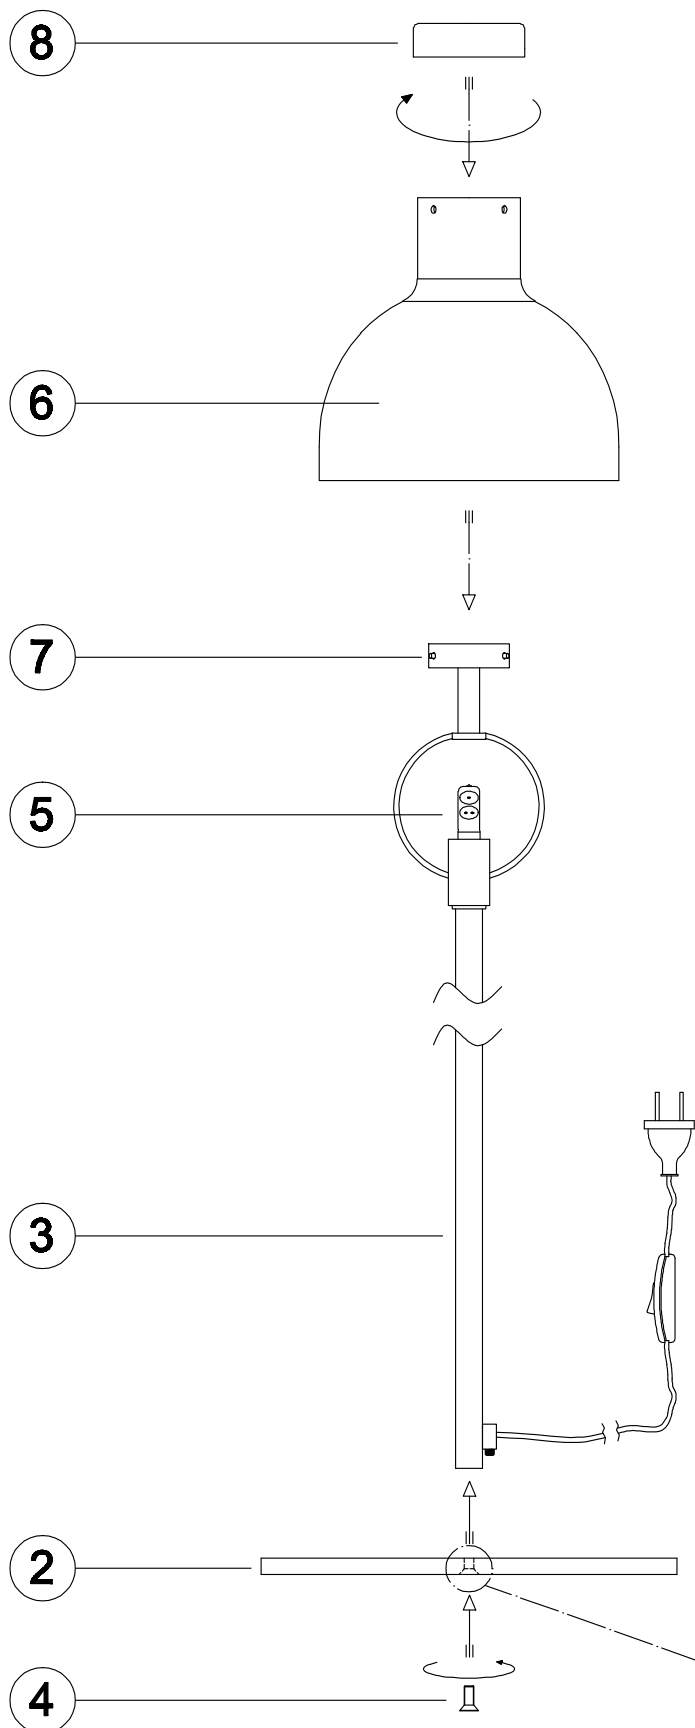
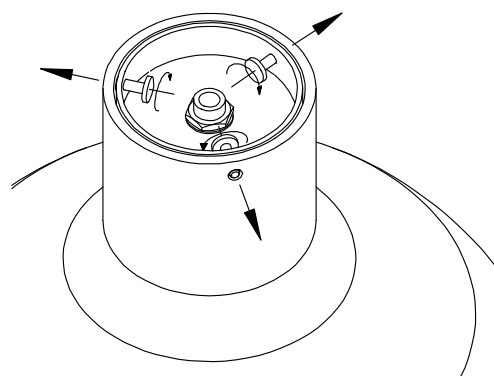

Fig.1
Fig.2
- 1 Assicurarsi che la spina (1) sia SCOLLEGATA da qualsiasi presa elettrica prima di procedere all'assemblaggio della piantana.
- 2 Posizionare il disco-zavorra (2) alla base dell'asta (3) con la svasatura come in figura per l'allungamento della vite quindi, fissarla con la vite (4).
- 3 Inserire una lampadina (5) con le caratteristiche indicate, nella portalamпада.
- 4 Infilare il vetro (6) sulla montatura (7) facendo combaciare le viti presenti all'interno del banchierino della montatura con i forellini presenti sul vetro quindi, avvitare finché ognuna entra nel rispettivo forellino senza farle fuoriuscire dal profilo esterno del vetro (vedi fig. 1).
- 5 Procedere quindi ad avvitare il coperchietto (8) sul banchierino della montatura (7) fino al completo avvitamento.
- 6 Nel caso non si riuscisse ad avvitare il coperchietto (8) sul banchierino della montatura (7) è necessario procedere in questo modo (vedi fig. 2): allentare il dado (9) con una chiave a tubo da 13, ruotare il tubetto filettato (10) in senso antiorario facendolo fuoriuscire di qualche millimetro quindi, fissarlo riavvitando il dado (9). A questo punto avvitare il coperchietto (8).